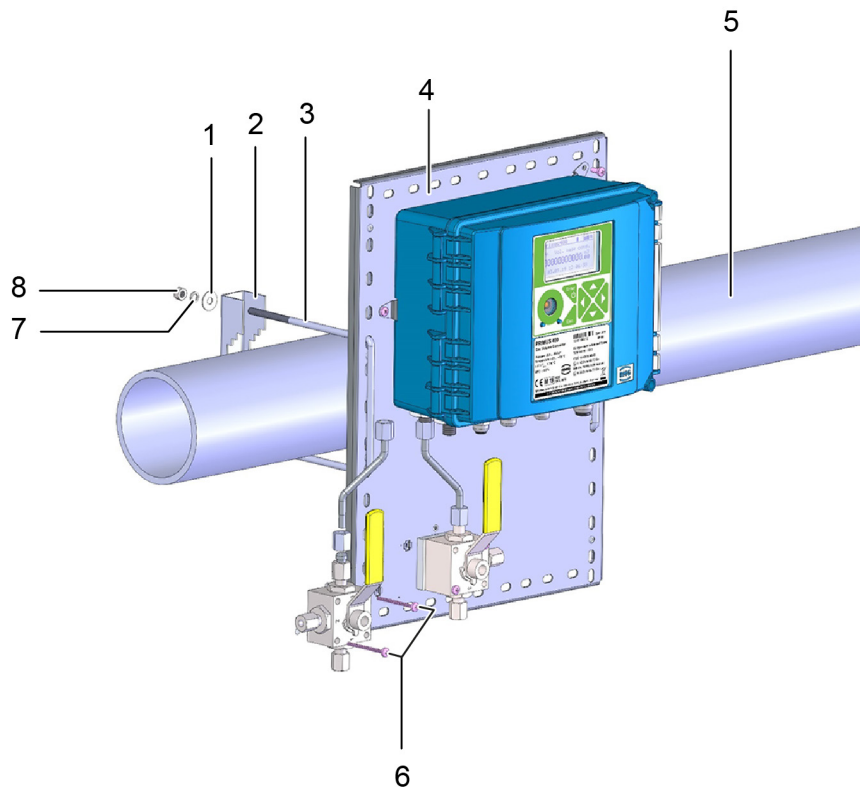

Abb. 7: Montage des Geräts an einer Gasleitung
1. Klemmstücke (Abb. 7, Pos. 3) im Abstand von mindestens dem Gasleitungsdurchmesser durch die Öffnungen in der Befestigungsplatte (Abb. 7, Pos. 4) einsetzen und über die Gasleitung (Abb. 7, Pos. 5) führen.
2. Befestigungselemente (Abb. 7, Pos. 2) mit Unterlegscheiben (Abb. 7, Pos. 1 und 7) und M6-Muttern (Abb. 7, Pos. 8) an den freien Enden der Klemmstücke anbringen, um die
Das über den 3-Wege-Hahn angeschlossene Registriergerät ist in Abb. 7 dargestellt. Die Druckleitung 6x1 mit vorgepresstem Schneidring an beiden Seiten wird zunächst sorgfältig in den Druckeinlass des Gerätes geführt und mit einer Mutter M12x1,5 ERMETO gesichert. Das andere Ende der Leitung wird am Betriebsauslass des 3-Wege-Hahns, der auf der Befestigungsplatte montiert ist, angebracht, und die Mutter wird vorsichtig angezogen. Schließlich werden die Muttern auf beiden Seiten der angeschlossenen Druckleitung festgezogen. Beim Festziehen keine übermäßige Kraft auf den Schlüssel anwenden. Andernfalls wird das Gewinde beschädigt.